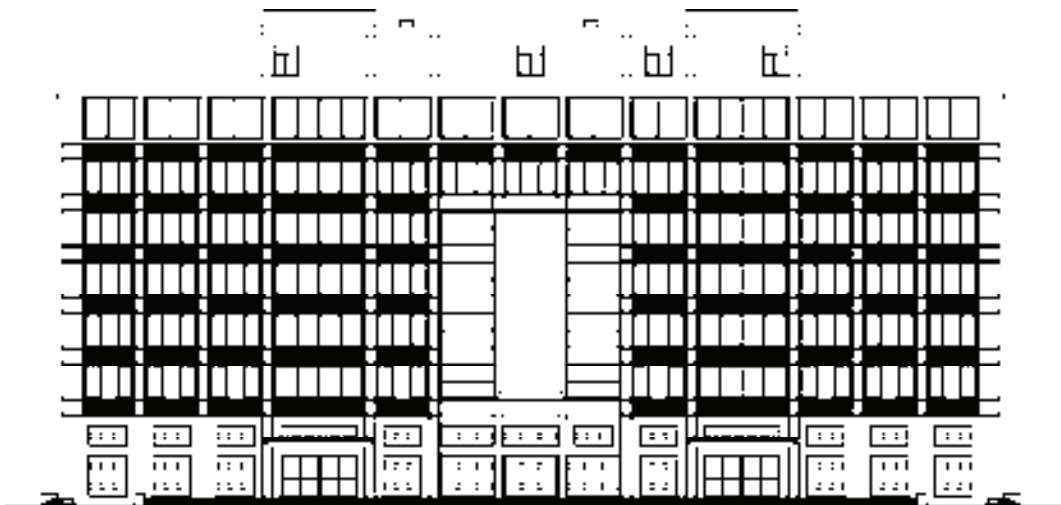

图 15-157 绘制办公楼立面图图形
26) 办公楼立面图图形的深化结果如图 15-157 所示。